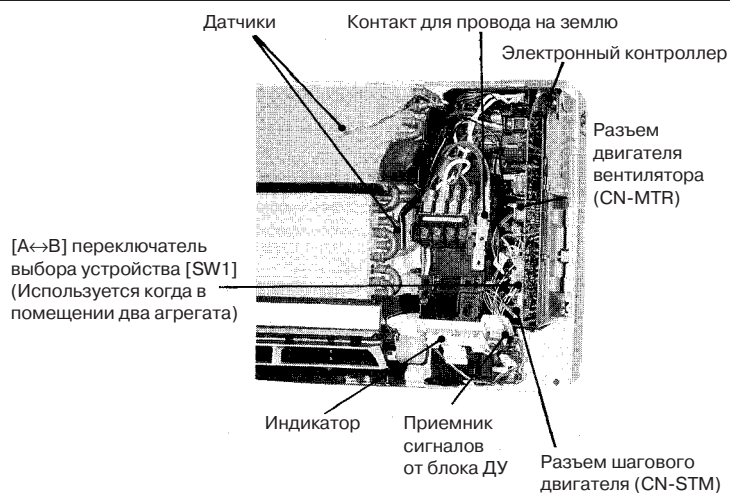

Рис.1
1. Устройство электронного управления, приемник сигналов ДУ и элементы индикации можно увидеть, сняв фронтальную решетку и крышку платы управления, как показано на рис. 1.
1. Снимите разъем CN-MTR (GREEN) двигателя вентилятора и разъем CN-STM (GREEN) шагового двигателя с платы электронного контроллера. Освободите провод заземления (YELLOW-GREEN) с платы контроллера и датчики из их держателей (см. рис. 1)